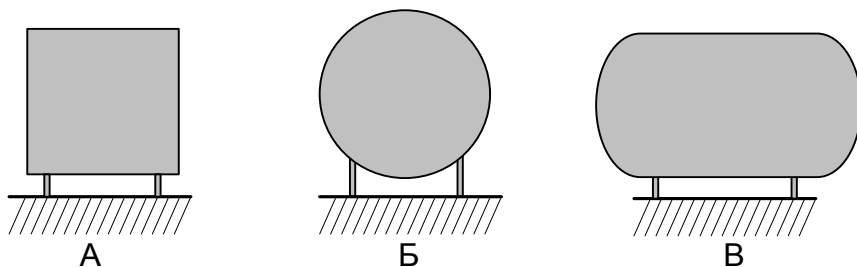

Рисунок 2
2.1.4.2 *Второй способ* предназначен для определения объема жидкости в резервуарах с простыми геометрическими формами. При данном способе преобразователь рассчитывает объем жидкости по математическим формулам, соответствующим следующим типам резервуаров (рисунок 2):
– вертикальные резервуары, т.е. резервуары с неизменной по высоте площадью поперечного сечения. Имеют линейную зависимость объема жидкости от уровня жидкости (рисунок 2.А);
– горизонтальные цилиндрические резервуары с плоскими днищами, имеющие поперечное сечение в виде окружности (рисунок 2.Б);
– горизонтальные цилиндрические резервуары с эллиптическими днищами. Высота днищ принимается равной $\frac{1}{4}$ диаметра резервуара (рисунок 2.В).